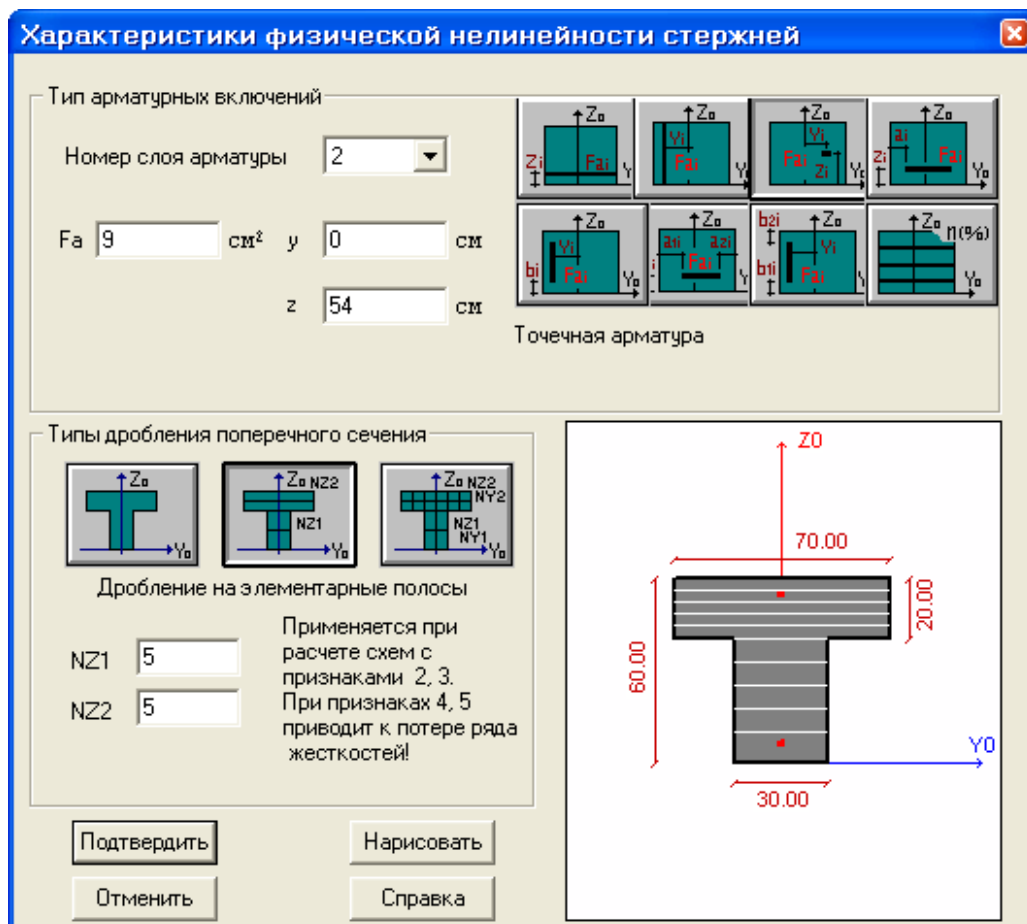

Рис.7.16. Диалоговое окно Характеристики физической нелинейности стержней
- В диалоговом окне **Задание стандартного сечения** щелкните по кнопке **Параметры арматуры**. Вызывается диалоговое окно **Характеристики физической нелинейности стержней** (рис.7.16).